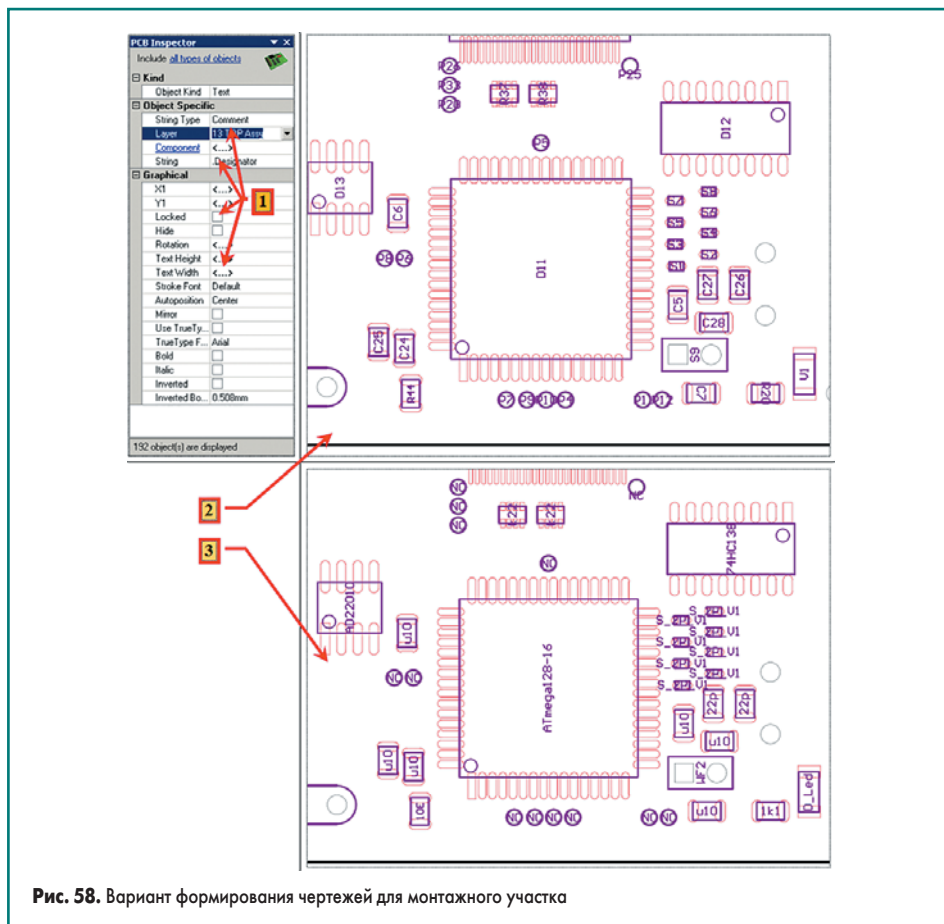

Рис. 58. Вариант формирования чертежей для монтажного участка
Теперь рассмотрим процесс подготовки сборочного чертежа для монтажного участка со следующими вариантами исполнения (рис. 58):
- для слоя **TOP Layer** отключаем (опция **Off**) отображение для всех элементов, кроме **Pad**, и устанавливаем вид отображения **Draft** (мы включим в чертеж только контур **PAD** компонентов). На рис. 58 показана настройка только для этого слоя;